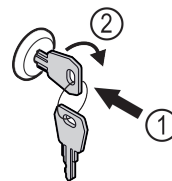

Fig. 167 Representación a modo de ejemplo
- ▶ Introducir la llave Fig. 167 (1).
- ▶ Girar la llave 90° en sentido horario Fig. 167 (2).